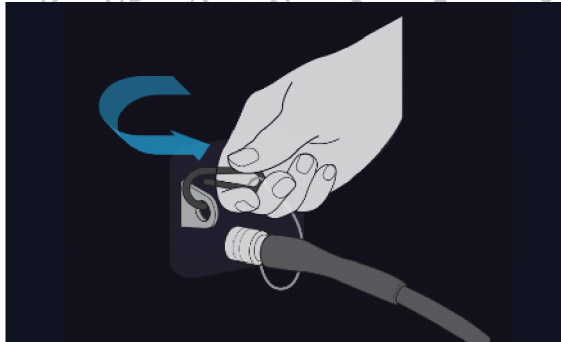

Abbildung 9. Sicherheitskabel an Konsole befestigen
3. Befestigen Sie das Sicherheitskabel am Ende der Gaszufuhrleitung an der Sicherungsklammer an der Konsole (siehe Abbildung 9).